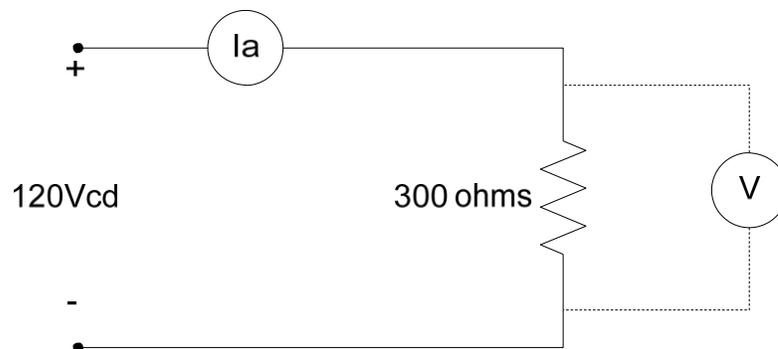

FIGURA 1
- 1.- Arme el circuito de la figura 1, teniendo cuidado de que concuerden las polaridades indicadas en los equipos de medición.